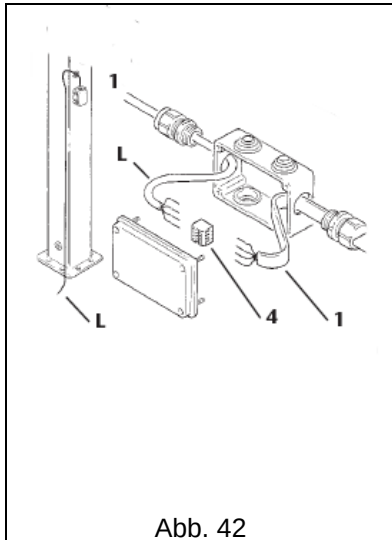

Abb. 42
4. Das Versorgungskabel **1** und das Leitungskabel **L** (zuvor in die Säule eingefügt – siehe 4.3.3 - Montage der Säule) an die im Anschlusskasten enthaltenen Klemmen **4** anschließen - (Abb. 42).